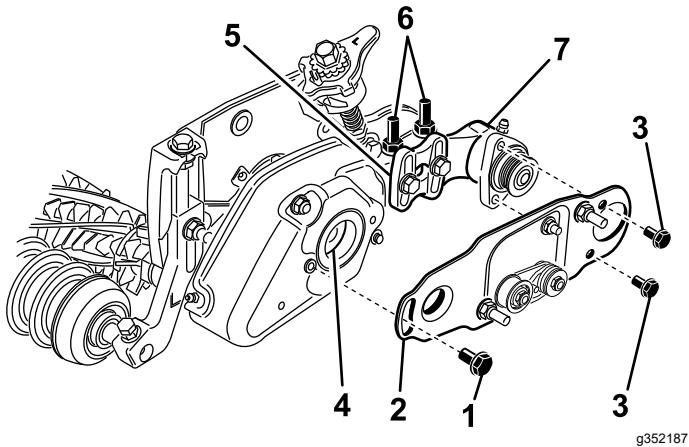

Figura 27
12. Desaperte, mas não remova, os parafusos que fixam a caixa de rolamentos da escova do rolo ao suporte de montagem da mesma (Figura 27).
13. Instale a placa de articulação da escova do rolo (Figura 27). Certifique-se de que o olhal assenta devidamente na cobertura quando a saliência na placa articulada é inserida no olhal na cobertura.
14. Aplique Loctite 242 (azul) aos dois parafusos de 5/16 x $\frac{5}{8}$ pol. e utilize-os para montar a placa da escova na caixa de rolamentos da escova do rolo (Figura 27). Aperte os parafusos com uma força de 20 a 25 N·m.
- Desaperte as (2) porcas flangeadas de retenção que fixam o suporte de montagem da escova do rolo à placa lateral da unidade de corte (Figura 27).
- Rode a caixa de rolamentos da escova do rolo, até que a placa da escova fique paralela à placa lateral da unidade de corte (Figura 27).
- Aperte as (2) porcas flangeadas de retenção que fixam o suporte de montagem da escova
do rolo à placa lateral da unidade de corte (Figura 27).
19. Aplique Loctite 242 (azul) ao parafuso com olhal (Figura 27). Prenda a placa da escova na cobertura do rastelo, usando o parafuso com olhal. (Figura 27). Aperte o parafuso com uma força de 20 a 25 N·m.